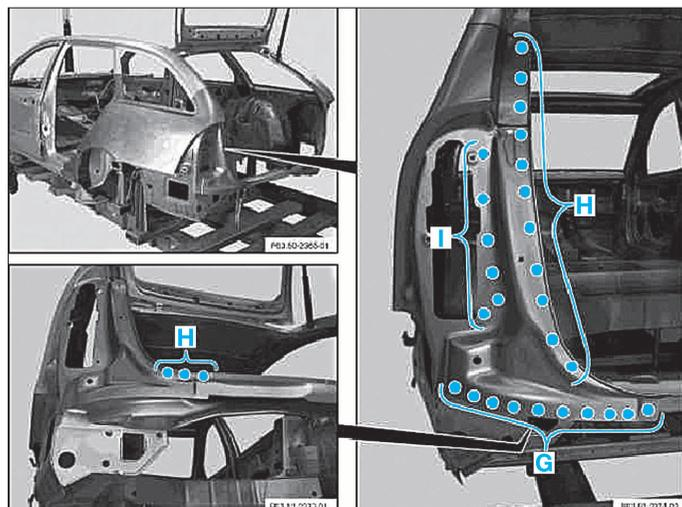

FIG. 104
- Souder à la pointeuse électrique par résistance par points les zones (E), (F), (K), (N), (O) et (R).
- Souder à la pointeuse électrique par résistance par points les zones (G), (H) et (I) (Fig.104).